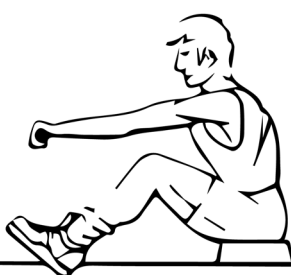

Fig. 2
3. Empuje hacia atrás y estire la espalda y las piernas al mismo tiempo (fig. 2).